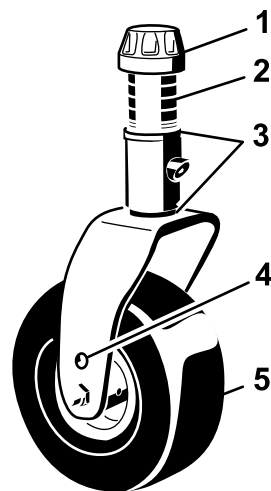

Figure 26
3. Ajoutez ou retirez des cales de 3 mm sur la fourche d'une ou de plusieurs roues pivotantes pour que la hauteur de coupe corresponde à celle indiquée sur l'autocollant (Figure 26) ; voir Réglage de la hauteur de coupe (page 28).